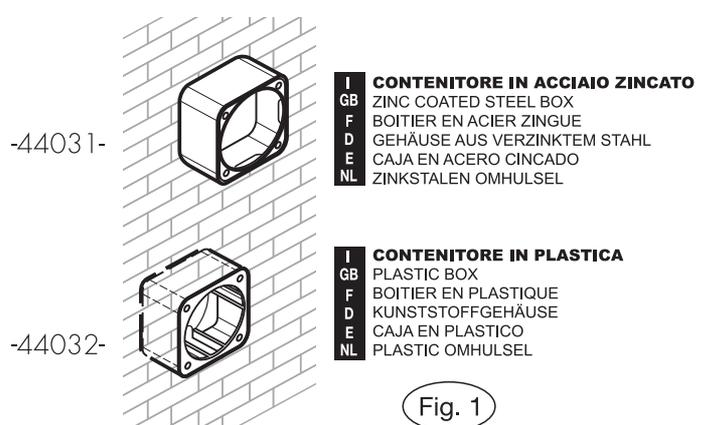

Fig. 1
– Il fissaggio della fotocellula POLO 44 a parete avviene tramite contenitore in plastica cementato nella parete, oppure per mezzo del contenitore in acciaio zincato fissato a muro tramite viti. Per entrambi i contenitori bisogna praticare i fori di passaggio cavi elettrici. Fig.1
– Die Lichtschranke POLO 44 wird über das Kunststoffgehäuse, das zementiert wird, oder durch das Gehäuse aus verzinktem Stahl, das verschraubt wird, an der Wand befestigt. An beide Gehäuse müssen Bohrungen für Stromkabel ausgeführt werden. Abb. 1
– La sujeción de la fotocélula POLO 44 en la pared se realiza por medio de una caja de plástico empotrada, sujeta por medio de cemento, o bien por medio de la caja de acero cincado sujeta en la pared por medio de tornillos. En ambas cajas hay que hacer los agujeros para pasar los cables eléctricos. Fig.1
– De bevestiging van de POLO 44 - fotocel aan de wand moet met een plastic omhulsel dat in de wand wordt gecementeerd worden uitgevoerd, of met een zinkstalen omhulsel dat met schroeven aan de wand wordt bevestigd. Bij beide omhulsels moeten openingen voor het doorlaten van de elektrische draden worden gemaakt. Fig.1